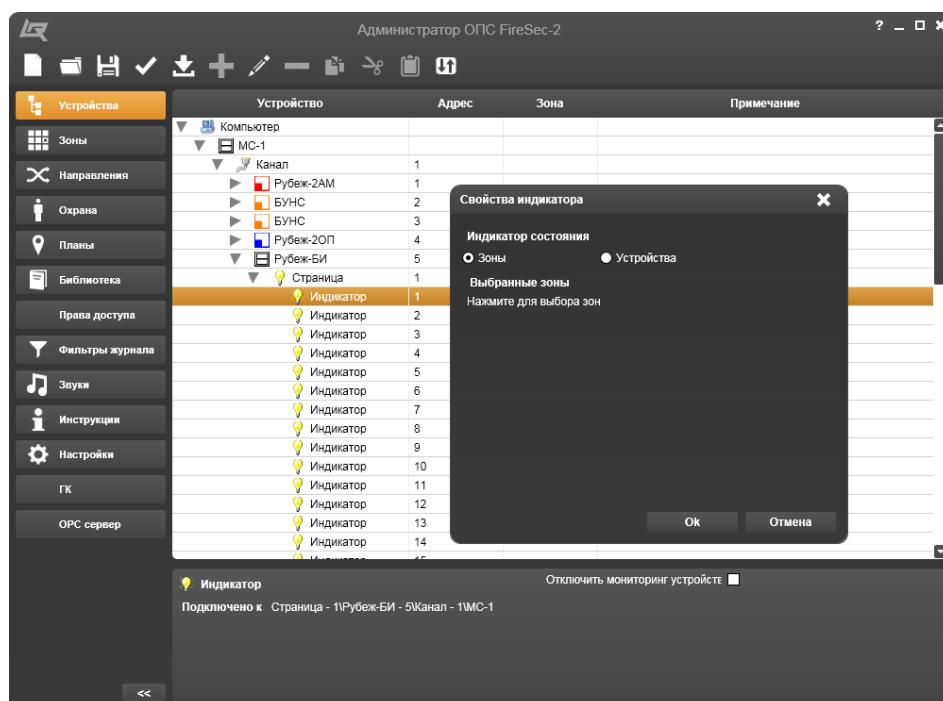
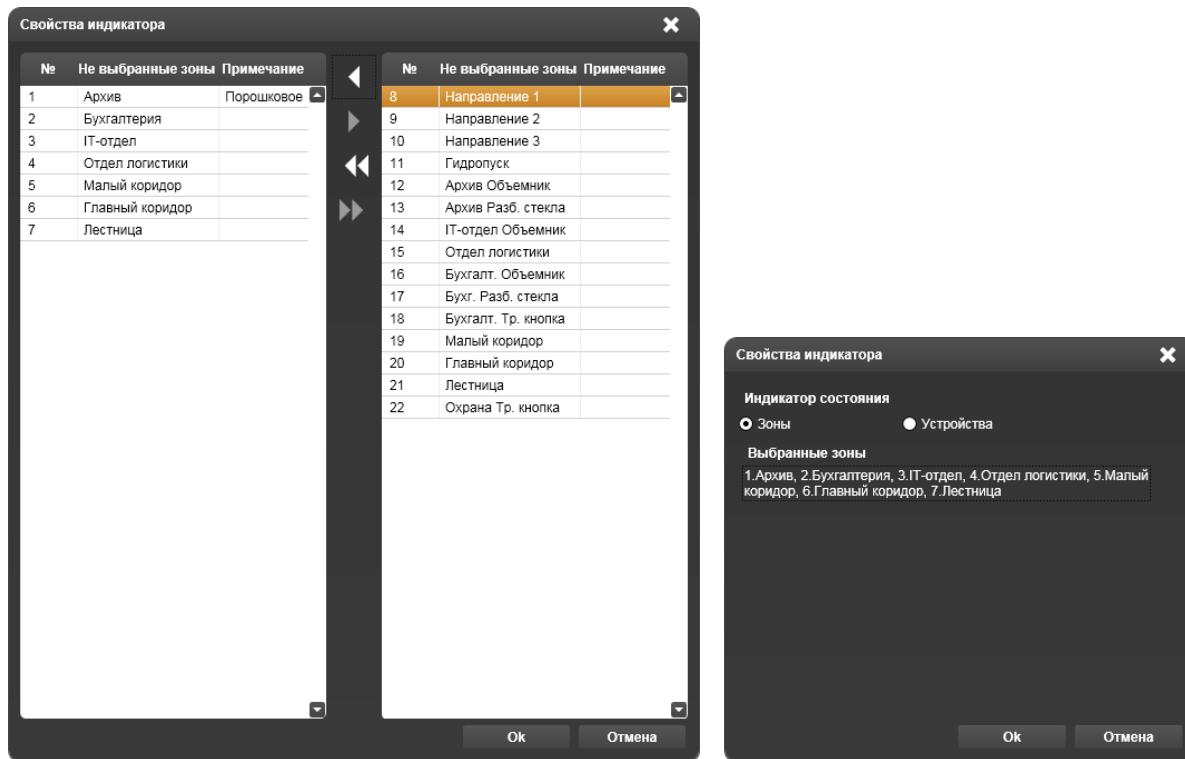

Рисунок 14.3.6 – Окно Свойства индикатора, индикатор состояния Зоны
Рисунок 14.3.11 – Настройка в окне Свойства индикатора
**Блок индикации (Рубеж-БИ)** подключается к устройству **Канал**. Если щелкнуть на треугольнике перед устройством Рубеж-БИ, раскроются пять **Страниц** индикации, подключенные к блоку индикации Рубеж-БИ. Далее, если щелкнуть на треугольнике перед каким-либо устройством **Страница**, раскроются 50 устройств **Индикатор**, подключенных к **Странице**. При выделении какой-либо строки **Индикатор** становится активной кнопка **Редактировать** на панели инструментов. Если щелкнуть на ней или выбрать функцию **Свойства** в контекстном меню, вызываемым щелчком вспомогательной клавиши компьютерной мыши, откроется окно **Свойства индикатора** (Рисунок 14.3.6).
Выбрав то или иное устройство, требуется щелкнуть на кнопке **Ok**, после чего окно закроется, окно **Свойства индикатора** вновь станет активным. При этом в поле **Выбранное устройство** появится обозначение выбранного устройства и его полный адрес в системе. Если устройство выбрано неудачно, то существует возможность щелчком на кнопке **Удалить** вернуться на шаг назад (Рисунок 14.3.6). Далее, если устройство выбрано, следует, перейдя в нижнее поле окна **Свойства индикатора**, назначить индицируемые состояния устройств:
Если при открытом окне **Свойства индикатора** (Рисунок 14.3.6) в поле **Индикатор состояния** выбрать **Зоны**, а затем щелкнуть строку **Нажмите для выбора зон** в поле **Выбранные зоны** – откроется окно **Свойства индикатора** (Рисунок 14.3.11).
Далее, если зоны выбраны, следует щелкнуть на кнопке **Ok**, в результате в рабочей области в графе **Зона** строки настраиваемого индикатора появятся адреса зон, состояние которых будет индицировать настроенный индикатор блока индикации (Рисунок 14.3.11). После этого можно переходить к настройке следующего индикатора.